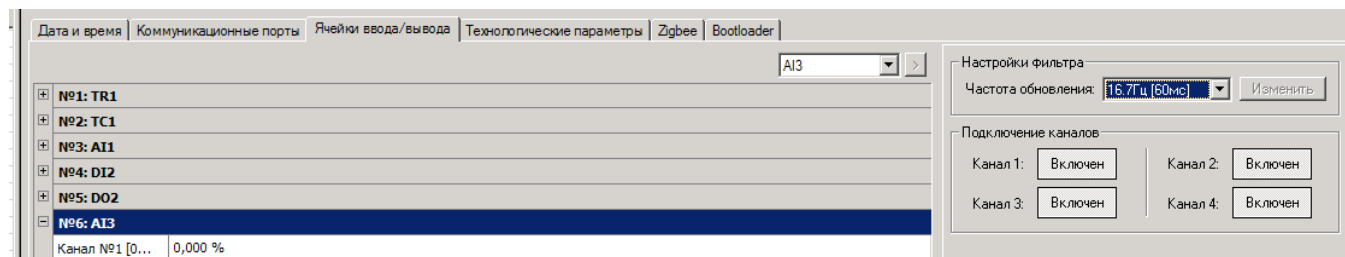

Рисунок 5.9
5.2.6.3 Опрос аналоговых каналов происходит по очереди, на него тратится время, поэтому введена функция отключения неиспользуемых каналов. Для многоканальной ячейки AI3 канал можно отключить в рамке "**Подключение каналов**", выбрав соответствующий канал (рисунок 5.9).